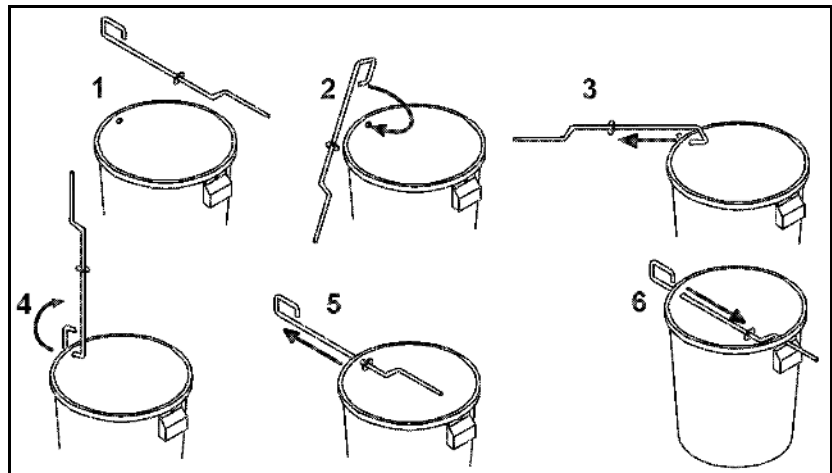

Fig. 62
**Fastgør bøjle på samlebeholder (Fig. 62/1-6):**